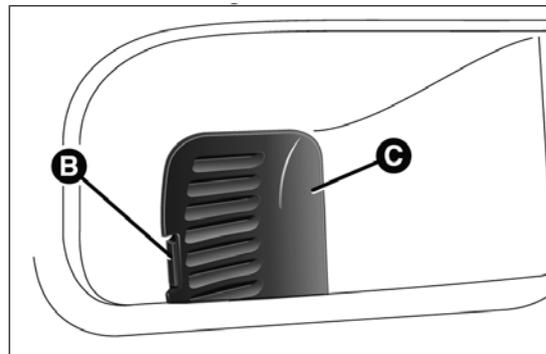

fig. 178
- en agissant sur la languette B fig. 178, retirer le couvercle de protection C (situé sur la partie latérale du coffre) ;